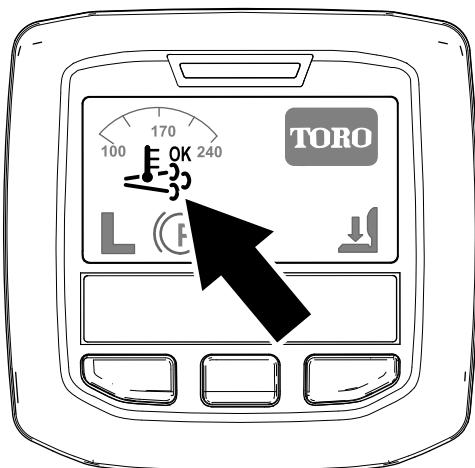

Figura 24
- Nell'InfoCenter viene visualizzata l'icona di rigenerazione assistita/ripristino (Figura 24).